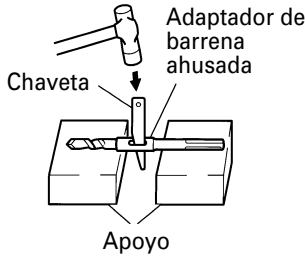

Fig. 11
- (2) Ponga en ON el interruptor de alimentación y perforo un agujero de base.
- (3) Después de eliminar el polvo con una jeringa, fije la clavija en la extremidad del anclaje e introduzca el anclaje con un martillo de mano.
- (4) Para sacar la broca con la barrena ahusada introduzca una claveta en la ranura del adaptador de barrena ahusada, ponga apoyos debajo del martillo perforador y golpee la claveta con un martillo de mano. (Fig. 11)